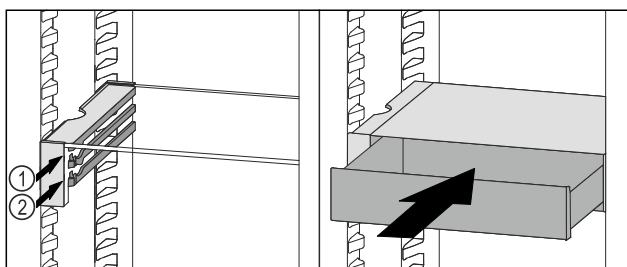

Fig. 93
- ▶ Posizionare il cassetto VarioSafe dietro i tappi sulla nervatura desiderata Fig. 93 (1) o Fig. 93 (2).